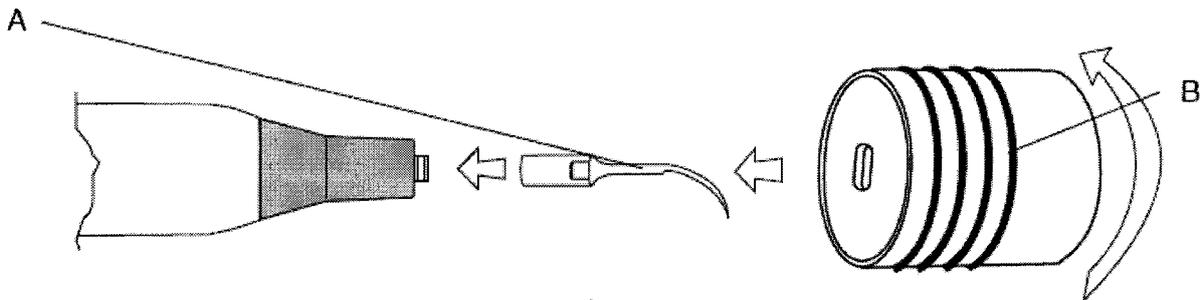

Fig. 6
2. Introduzca y apriete fuertemente la punta (Fig.6 - Ref.A) elegida en la pieza de mano detartradora, mediante la específica chaveta (Fig.6 - Ref.B).
NOTA: Para el correcto empleo de la chaveta, (Fig.6 - Ref.B), operar de la siguiente manera: